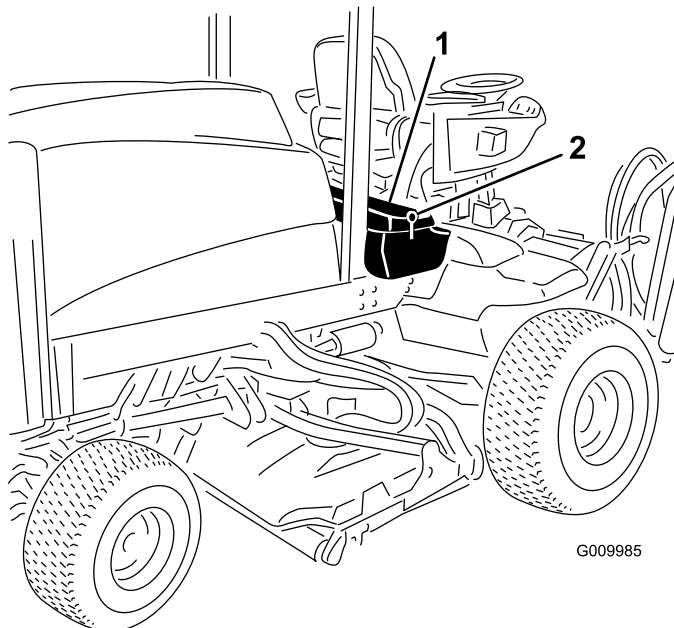

Рисунок 41
1. Откройте защелки и поднимите панель консоли оператора (Рисунок 41).